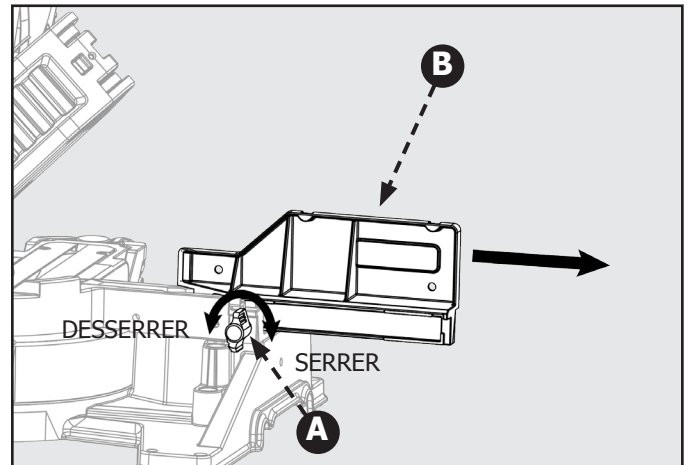

Figure 26
1. Desserrez la manette de verrouillage du guide (A). Faites glisser le guide supérieur (réglable) complètement en dehors de son rail et placez-le latéralement. Voir figure 26.